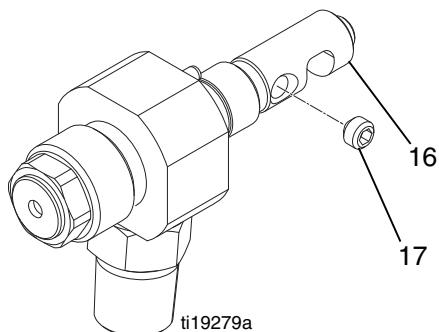

**FIG. 12**
- Graissez légèrement l'extrémité fine du pointeau (2c), ensuite guidez-la dans l'extrémité large du carter de fluide (22). Consultez la FIG. 12.